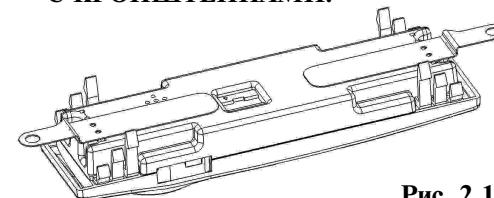

Рис. 2.13
8. Устанавливаются кронштейны, как показано на рисунке 2.13. Накладываем согнутый кронштейн длинной стороной на заднюю панель бортового компьютера, часть с большим круглым отверстием приподнята. При этом фигурный вырез кронштейна должен быть обращен в сторону динамика. Рис. 2.12 и рис. 2.13.